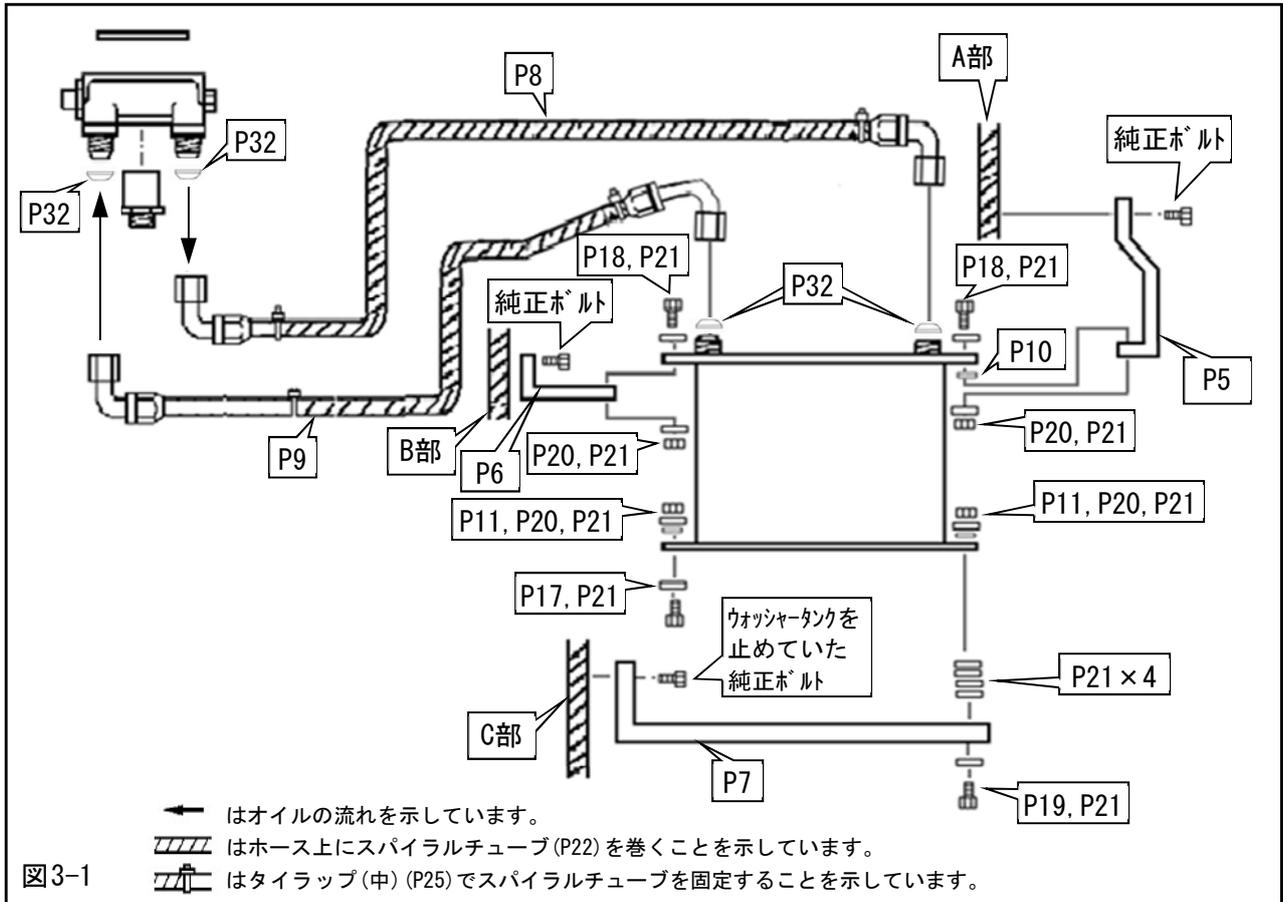

図3-1
- (1) ボルトM8, ナットM8を使用して、3-1. で組立てたエアガイド, オイルクーラーコア, オイルクーラーステーNo. 1~No. 3をボディに仮付けしてください。(図3-1, 図3-2-1)
- (2) オイルクーラーホースNo. 1, No. 2をオイルクーラーコアに仮組みしてください。(図3-1)
(図2-1-2, 図3-1, 図3-2-2)
(図3-1, 図2-1-2)
- (1) スパイラルチューブをL=1000mmに切断してください。(P22×1)
- (2) オイルクーラーホースNo. 1, オイルクーラーホースNo. 2にスパイラルチューブを巻付け、タイラップ(中)を使用して両端を固定してください。(P25)
- (3) オイルクーラーホースNo. 1, オイルクーラーホースNo. 2をオイルフィルターマウントに仮付けしてください。(図3-1, 図3-4-1)